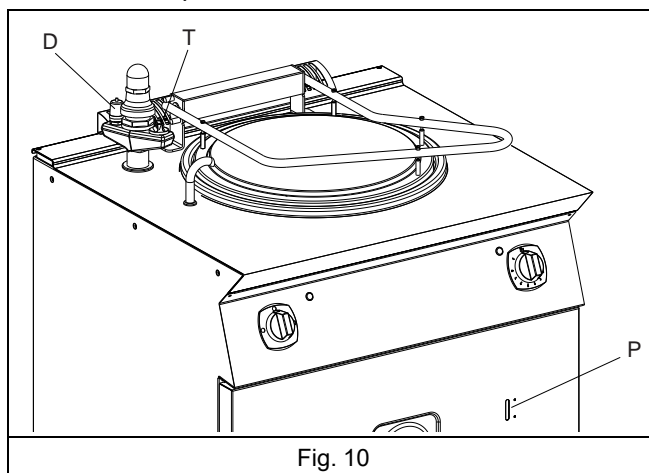

Fig. 10
Voir Fig. 10.
1. **Version indirecte** : à chaque mise en marche de l'appareil, après 10-15 minutes, évacuer l'air de la cavité en appuyant sur la vanne d'évent "D" (voir Fig. 10). Ceci garantit une pression optimale à l'intérieur de la cavité (meilleure cuisson et économie d'énergie) en faisant sortir l'air se trouvant à l'intérieur.
1. Vider et nettoyer la marmite en ouvrant la vanne de vidage "B" (voir Fig. 10).